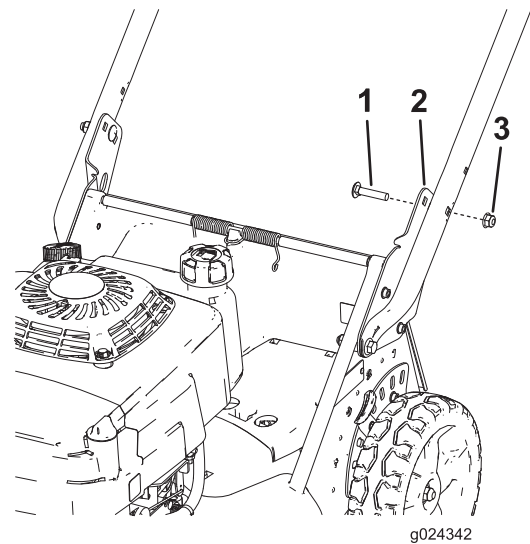

Figure 6
- Support de guidon (2)
- Fixez le guidon sur ses supports à la hauteur qui convient au moyen de 2 boulons de carrosserie (5/16 x 1-1/2 po) et 2 écrous à embase (5/16 po), comme montré à la Figure 6.